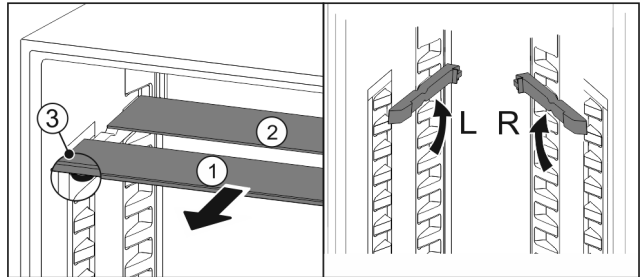

Fig. 82
- ▶ Glasplatten einzeln nach vorne herausziehen Fig. 82 (1).
- ▶ Glasplatte Fig. 82 (1) mit Zierleiste liegt vorne.
- ▶ Stopps Fig. 82 (3) zeigen nach unten.